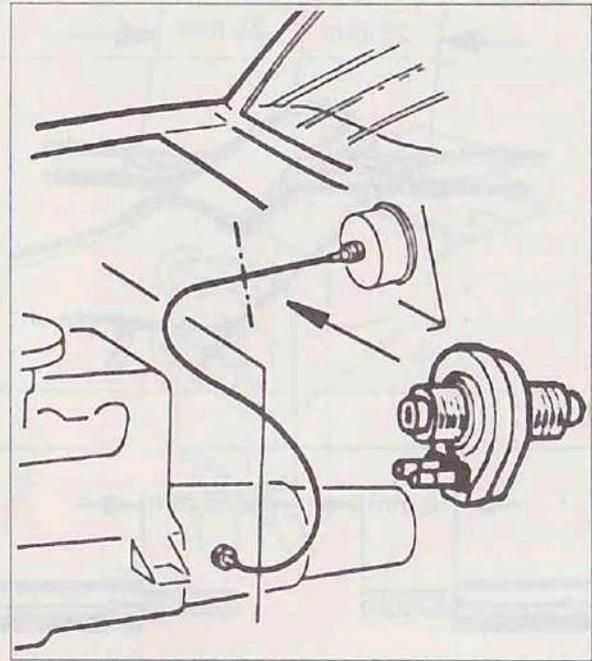

Bild 14
**7. Geschwindigkeitsgeber montieren.** Dazu muß die Tachometerantriebswelle auf einem geraden Stück getrennt werden, in das der Frequenzgeber eingesetzt wird, der in jeder beliebigen Lage eingebaut werden kann (Bild 14).